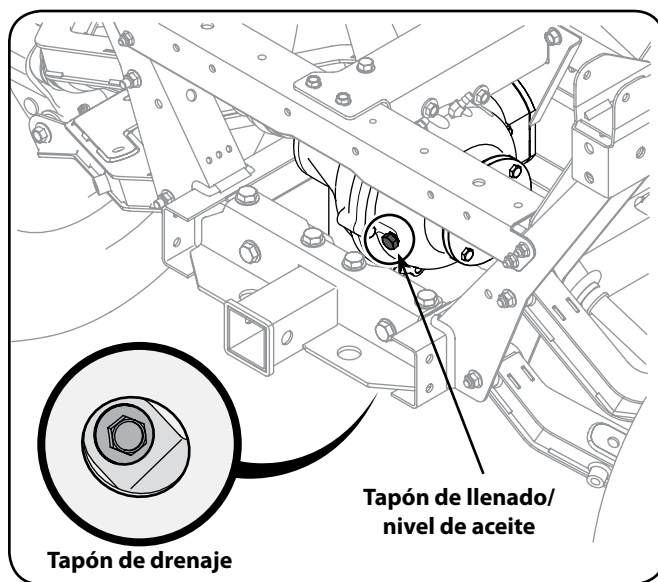

Figura 5-6
- Ubique el tapón de llenado/nivel de aceite. Vea la Figura 5-6. Quite el tapón. Al hacerlo, debería comenzar a salir aceite. Si no sale aceite, agregue aceite lentamente a través del orificio de llenado/nivel de aceite hasta que el aceite comience a escurrirse a través del orificio de llenado/nivel de aceite.
- Ubique el tapón de drenaje en la parte delantera inferior del diferencial, en la caladura del cubrecárter. Quite el tapón de drenaje. Vea la Figura 5-6.